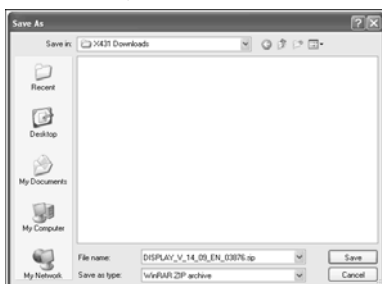

Рисунок 3-21
11. Появится новое окно **Save As**, похож как следующее окно Рисунок 3-21. Нажмите **Save**. загруженные документы начинаются.